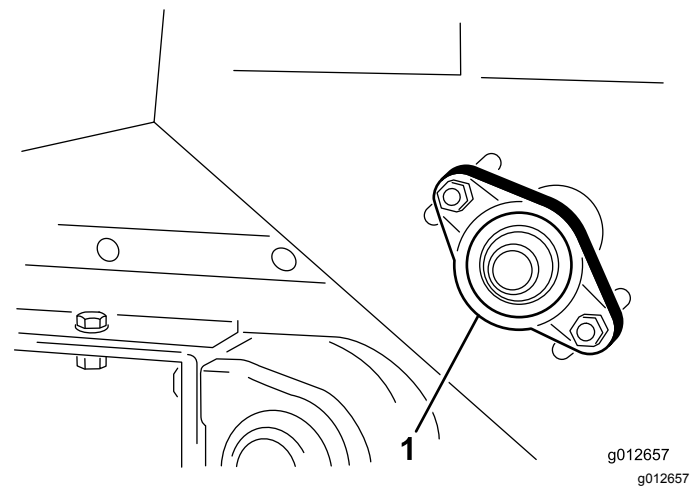

Figura 40
1. Afloje las tuercas que sujetan el alojamiento del cojinete (Figura 40) al lado derecho de la máquina.